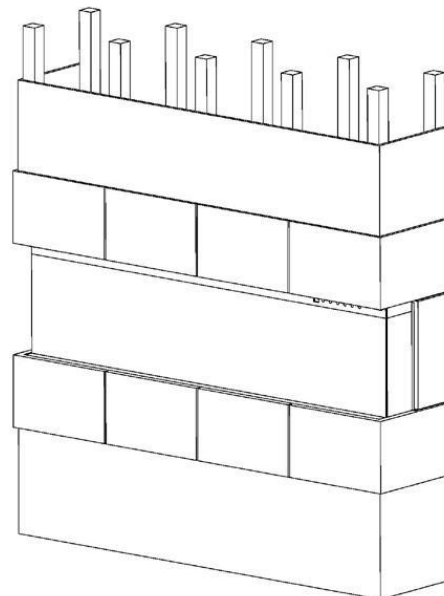

Fig.3-5
8. Versier het multiplex of de gipsplaat met geglazuurde tegels, behang enz. Afb.3-5